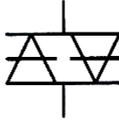

Рис. 4.1. Условное графическое обозначение симистора
**Диодный тиристор (симистор).** Диодные тиристоры, именуемые также **динисторами**, изменяют свое состояние в зависимости от приложенного напряжения и протекающего тока. При некотором граничном напряжении (напряжении отпирания) динистор переходит от состояния с высоким сопротивлением к состоянию с низким сопротивлением. Он сохраняет состояние низкого сопротивления до тех пор, пока ток в нем не упадет ниже величины тока удержания. Так называемый **симистор** (рис. 4.1) призван выполнять функции двух динисторов, включенных встречно-параллельно. Изменение состояния симистора происходит при обеих полярностях приложенного напряжения, обеспечивая прохождение тока в обоих направлениях. Симисторы и динисторы используются главным образом для включения триодных тиристоров, выпускаемых на большие токи и напряжения.